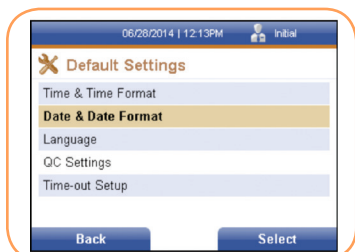

FIGURA 13
4. Mediante el teclado numérico, escriba la información que desee en los campos numéricos y, a continuación, pulse tecla programable derecha para aceptar los cambios o la tecla programable izquierda para descartar los cambios. Con cualquiera de las dos opciones el usuario volverá al menú anterior (Figura 13).